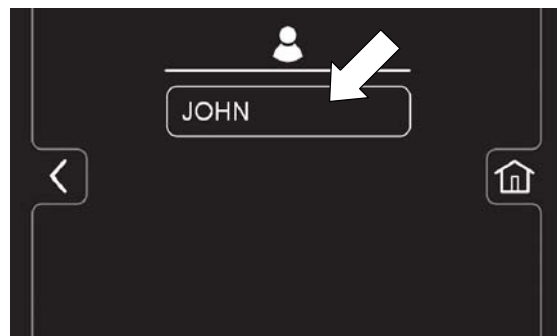

РИС. 156
- д. Выберите ранее созданный профиль пользователя. В данном примере выбран профиль оператора "ИВАН" (Рисунок 156). Для применения настроек переведите ключ в положение ВЫКЛ.